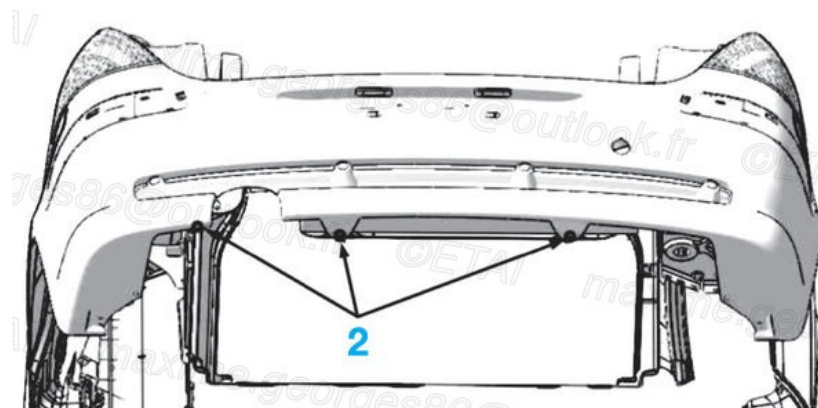

Fig.116
- les vis de fixation inférieures (2) du bouclier (**Fig.116**)